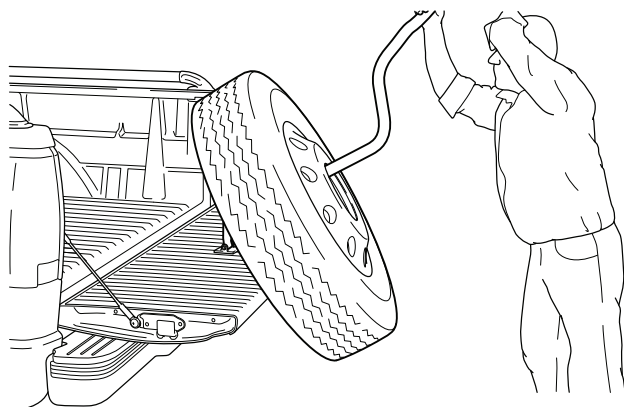

Figure 7
3. Placez vos deux mains sur la tête d'amarrage de l'outil, et abaissez lentement la poignée de l'outil. Laissez la roue glisser sur l'outil jusqu'à ce qu'elle soit posée sur le sol. Voir la Figure 7.